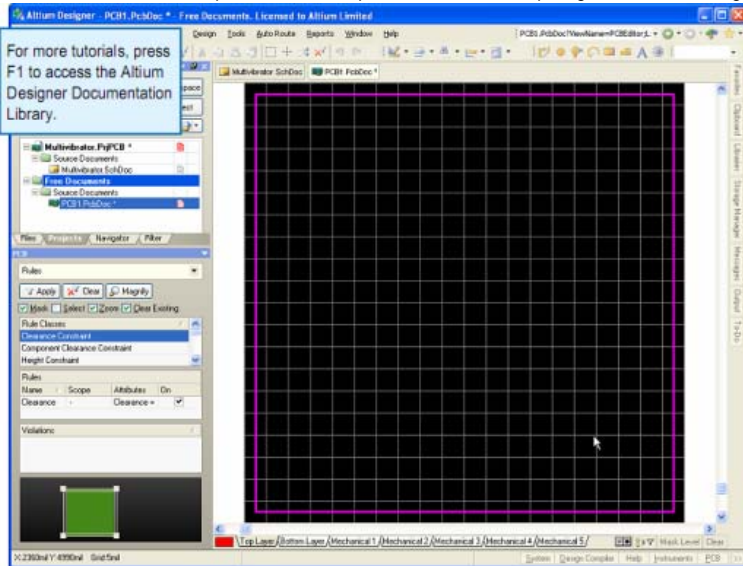

图6-13 PCB文件
11. PCB文件显示出一个预设大小的白色图纸和一个空板（黑色为底，带栅格），如图6-13所示。如果需要关闭，选择Design>>Board Options，并在板设置对话框中取消选择Display Sheet。用户可以用Altium Designer的其它PCB模板来添加边界，栅格参考和标题。